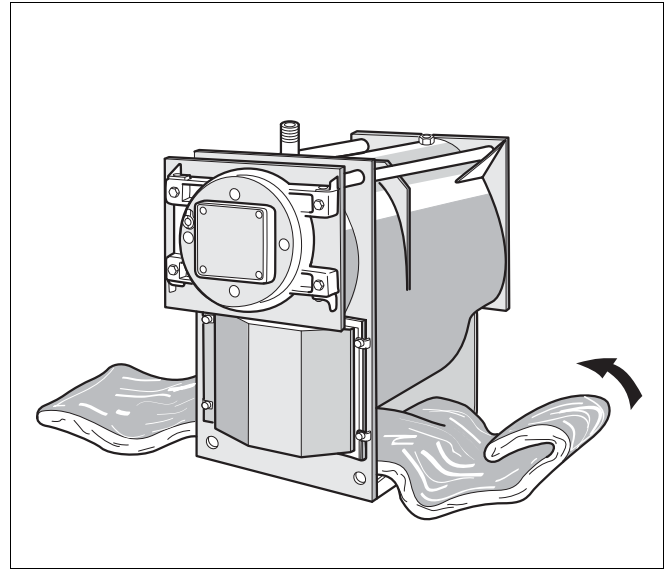

Рис. 7 Протягивание теплоизоляционного мата под котлом
- Протяните теплоизоляционный мат под котлом (рис. 7).